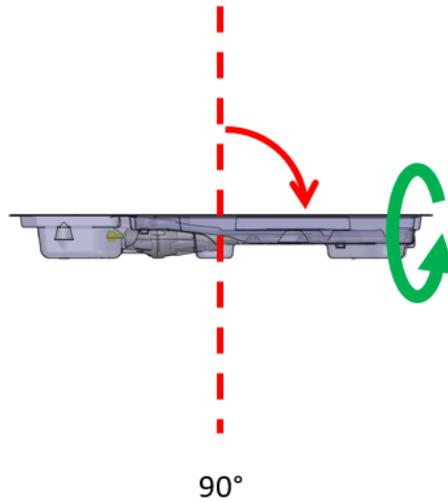

Abbildung 13: UA-Verpackung in horizontaler Lage
- d. Setzen Sie die Kippbewegung des UA in die Horizontale fort und wiederholen Sie den im vorherigen Schritt beschriebenen Drehzyklus (*Abbildung 13*).